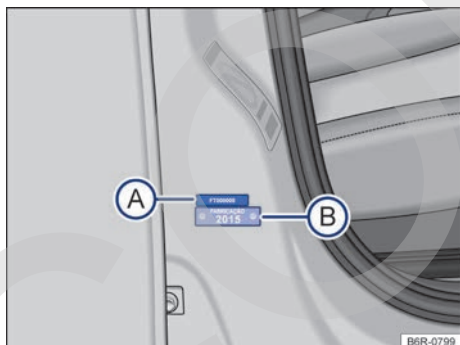

Fig. 14 En la columna de la puerta delantera derecha: etiqueta con el número de bastidor parcial (A) y placa del modelo, año de fabricación (B).
Las etiquetas con el número de bastidor parcial se encuentran en la columna de la puerta delantera derecha → fig. 14 (A), en la columna de la suspensión izquierda y en el travesaño del asiento del conductor. Estas etiquetas son destruidas al ser eliminadas.
La etiqueta con el número de identificación del año de fabricación está ubicada en la columna de la puerta delantera derecha → fig. 14 (B). Esta etiqueta se destruye al ser eliminada.